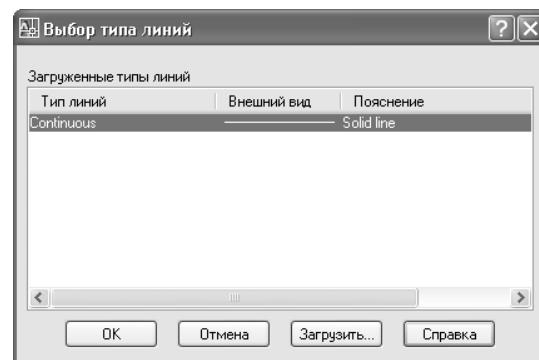

Рис. 6.8 ▼ Диалоговое окно **Выбор типа линий** (Select Linetype) со стандартным типом линий
2. Щелкните на слове **Continuous** в строке слоя **СБлок П**, что приведет к открытию диалогового окна **Выбор типа линий** (Select Linetype) (рис. 6.8). Как видите, в списке **Загруженные типы линий** (Loaded line-types) отображается стандартный тип линий: **Continuous**.